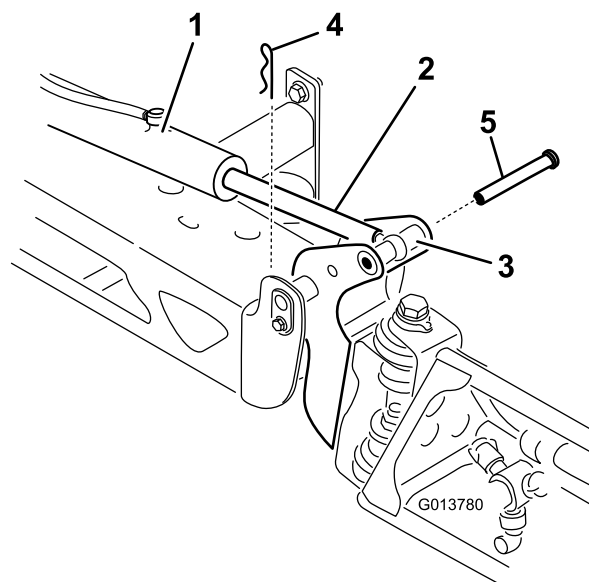

Figura 96
2. Retire o contrapino do pino de articulação (Figura 96).
3. Eleve rampa e retire o pino e lentamente baixe a rampa para o solo (Figura 96).
- Enquanto segura na rampa, insira o pino através da articulação da rampa e da barra do acionador (Figura 96).